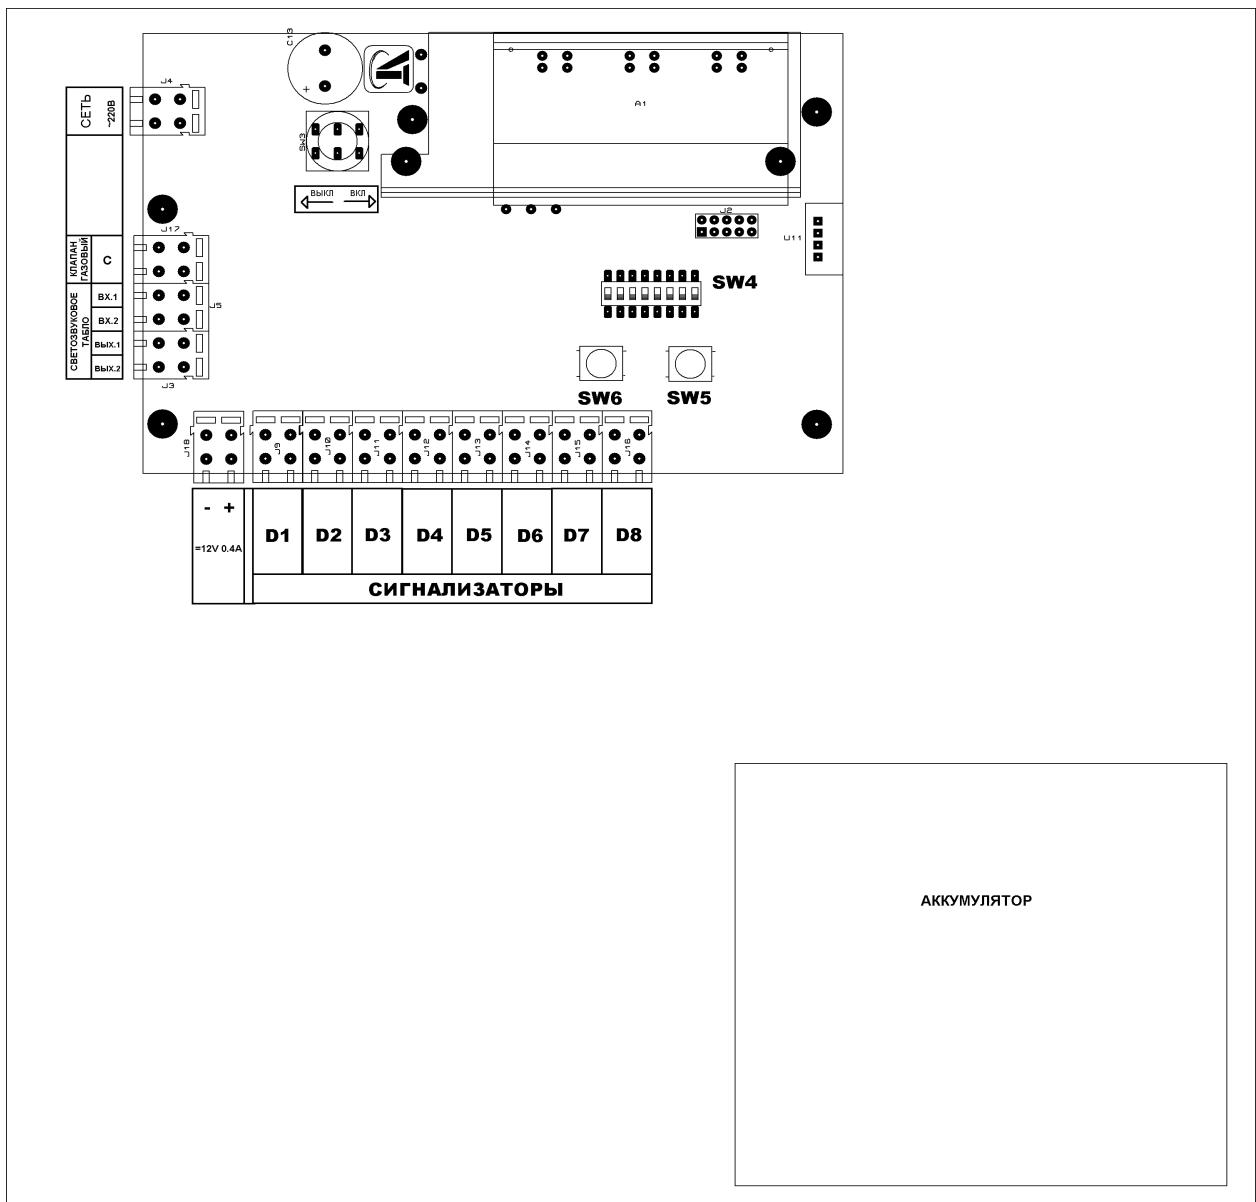

Рис.1. Схема внешних соединений ЩСМ-41.
1. Подключить аварийные линии связи от сигнализаторов загазованности (выполняется контрольным кабелем) к контактным клеммам устройства ЩСМ-41 согласно схеме на Рис.1. Рекомендуется использовать нормально-замкнутые контакты реле сигнализатора загазованности.